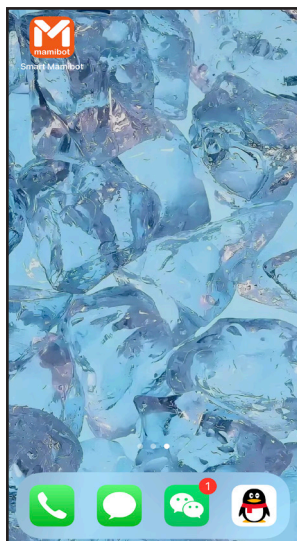

Рис. 2
2. Откройте приложение «Smart Mamibot» на Вашем смартфоне и зарегистрируйтесь. Вы можете использовать электронную почту или номер мобильного телефона для регистрации. Следуйте инструкциям в приложении для завершения регистрации [Рис. 2, 3]. Если у Вас уже есть Smart Mamibot ID, то войдите в свою учетную запись.